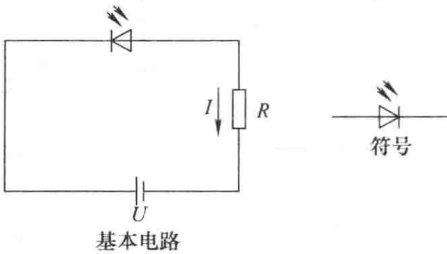

图 1-20 光敏二极管的基本电路和符号
(3) 光敏二极管 光敏二极管又称为光电二极管，它是一种光接受器件，其 PN 结工作在反偏状态，可以将光能转换为电能，实现光电转换。图 1-20 所示为光敏二极管的基本电路和符号。